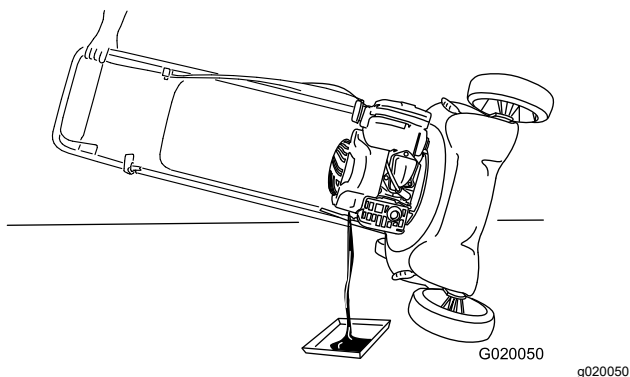

Figura 21
4. Ponga la máquina de lado (de modo que el filtro de aire quede hacia arriba) para drenar el aceite usado a través del tubo de llenado de aceite (Figura 21).